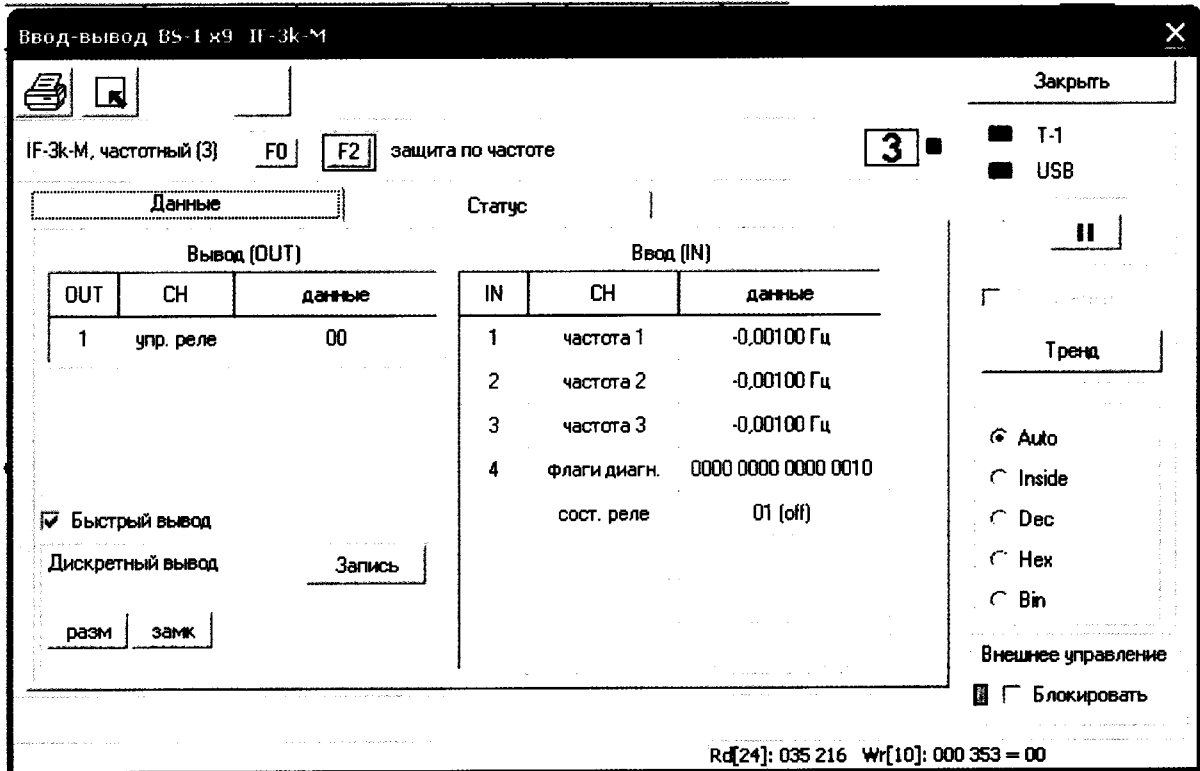

Рисунок 9
7.4.3.3 В окне «Модули BS-1», нажатием на кнопку «Ввод/вывод» войти в окно «Ввод/вывод». На запрос «Включить расширенный ввод?», нажать кнопку «No». В окне «Ввод (IN)» будет отображаться измеряемая частота (рисунок 9).